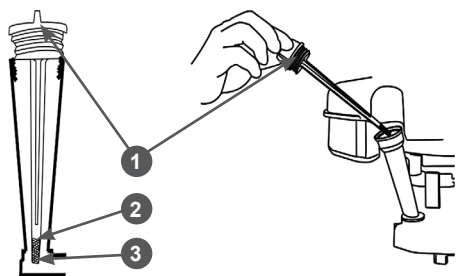

Рис. 22 Крышка-щуп маслозаливной горловины
5. Осторожно откройте крышку-щуп 1 (Рис. 22) маслозаливной горловины, протрите его насухо и отложите в сторону.
9. Установите крышку-щуп в отверстие маслозаливной горловины, не закручивая ее. Аккуратно вытащите щуп и осмотрите его. Уровень масла должен соответствовать верхней отметке 2 на щупе (Рис. 22).